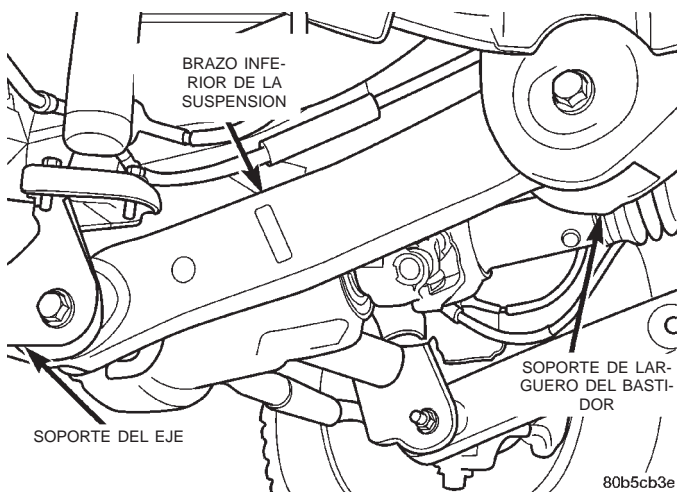

Fig. 9 Brazo inferior de la suspensión
- (1) Eleve el vehículo y apoye el eje delantero.
- (2) Retire del soporte del eje la tuerca y el perno del brazo inferior de la suspensión (Fig. 9).
- (3) Retire la tuerca y el perno del soporte de larguero del bastidor y retire el brazo inferior de la suspensión (Fig. 9).